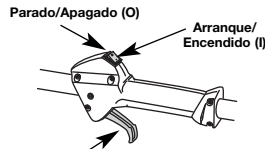

Fig. 10
1. Saque la tapa de la gasolina (Fig. 10).
2. Coloque el pico del recipiente de gasolina en el orificio de llenado del tanque de gasolina (Fig. 10) y llene el tanque.
NOTA: No hay necesidad de encender la unidad. El Control de Parada Encendido/Apagado (On/Off) está en la posición Encendido (ON) (I), en todo momento (Fig. 10).